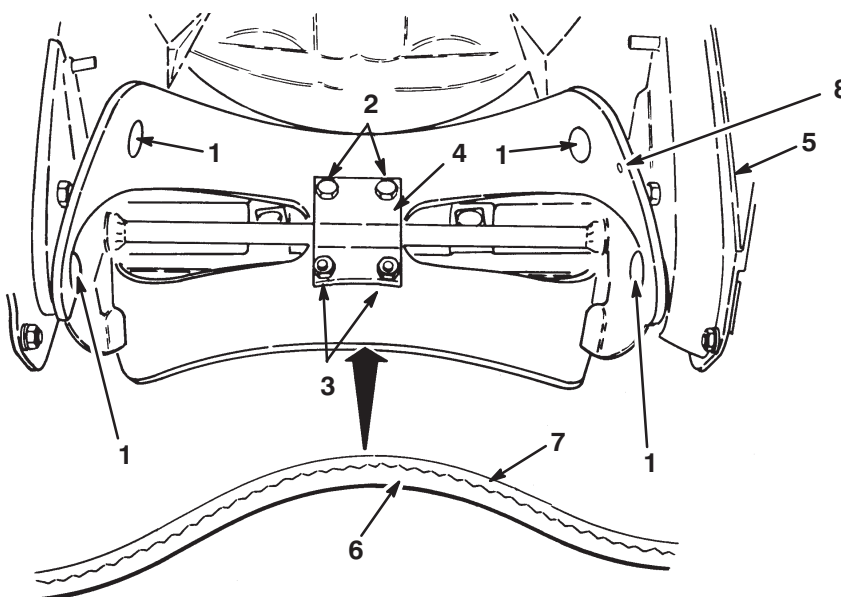

Figure 17
2. Glisser la lame hors des supports (Fig. 17).
1. Examiner le bord d'une lame de rotor neuve pour voir la différence d'épaisseur des couches (Fig. 17). Certaines lames portent un numéro de référence du côté de la couche épaisse.
Monter les deux lames de rotor avec le côté le plus épais à l'intérieur de l'incurvation (Fig. 17), sans quoi l'ensemble sera déséquilibré et la déneigeuse progressera de manière irrégulière, par "bonds".
4. Placer la tête des boulons du côté épais (intérieur) de la lame (Fig. 17).
5. Incurver la lame et la fixer à l'aide des 4 vis torx qui restent et de leurs écrous (placer la tête des vis du côté épais de la lame) (Fig. 17).